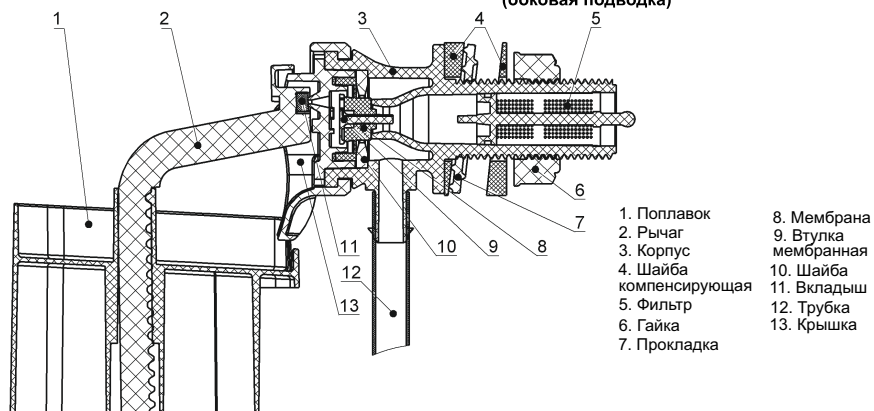

Рис. 1 - Клапан впуска
2. Для регулировки уровня воды в бачке переместите поплавков 1 по рычагу 2 вверх или вниз (см. рис.1)
1. Клапан впуска (рис.1 на обороте)